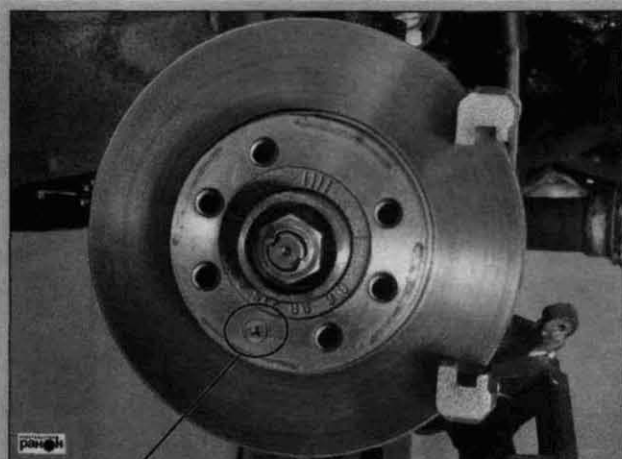

Рис. 5.37. Снятие тормозного диска: 1 – винт крепления тормозного диска к ступице
- открутив винт 1 крепления диска к ступице (рис. 5.37), желательно ударной отверткой, снять тормозной диск;